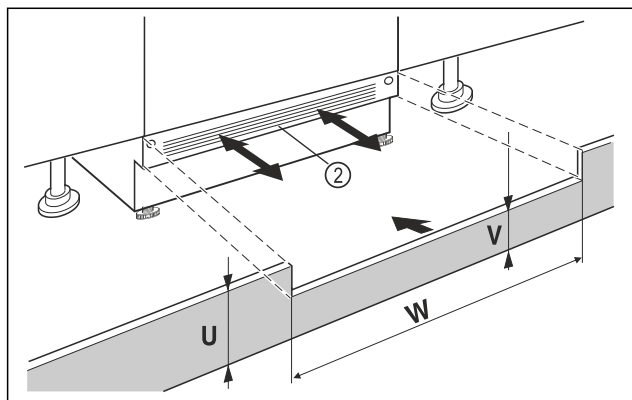

Fig. 40 Shembull ilustrues
- ▶ Vendosni kapakun e bazamentit të pajisjes Fig. 40 (2) por mos e fiksoni akoma.
- ▶ Kur kapaku i bazamentit është i dukshëm Fig. 40 (2), tërhiqeni atë përpara deri në atë pikë që buza e përparme e rretës së ajrimit dhe kapaku i bazamentit të mobilies të jenë në një nivel.
- ▶ Kur kapaku i bazamentit është i fshehur Fig. 40 (2), shtyjeni atë plotësisht prapa.
- ▶ Sigurohuni që kanalet e ajrimit të jenë plotësisht të lira: Nëse nevojitet, shkurtoni lartësinë e kapakut të bazamentit të mobilies Fig. 40 (U)!
- ▷ Përshtatni lartësinë Fig. 40 (V) nën kapakun e bazamentit të pajisjes Fig. 40 (2) përgjatë gjerësisë së dollapit Fig. 40 (W).